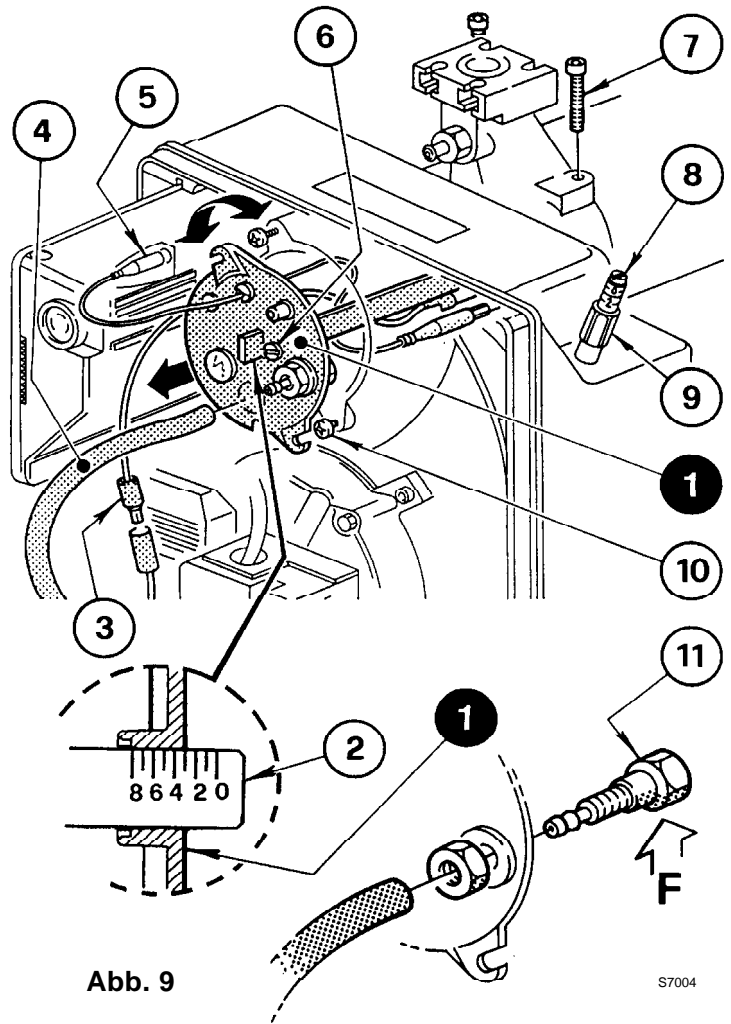

Abb. 9
Sie ist vom Öldurchsatz abhängig und wird ausgeführt, indem man die Einstellschraube (6) im Uhrzeigersinn oder entgegen dem Uhrzeigersinn soweit dreht, bis die auf der Einstellspindel markierte Raste (2) mit der Kante am Kopf (1) (Siehe Abb. 9).
In der Abbildung auf Seite 7, Abb. 9, wird der Kopf für eine Leistung von 110 kW bezüglich auf des Brenners BS3 Typ 913 T1 eingestellt. Die Raste 3 der Einstellspindel stimmt mit der äußeren Fläche überein, wie im Diagramm gezeigt.
LUFTKLAPPENEINSTELLUNG (Abb. 9, Seite. 7)
Druckanschluß nicht in richtiger Position (Pos. 11, Abb. 9, Seite 7).	Gemäß den Angaben dieser Anleitung korrekt einstellen (4.1, Seite 7).